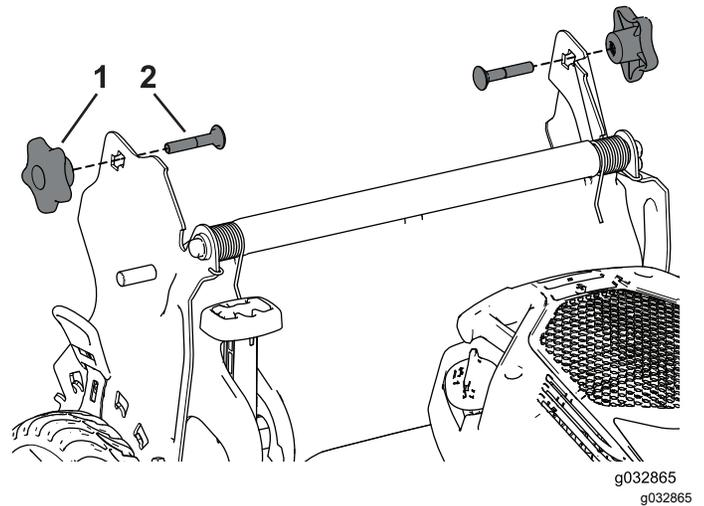

Figure 25
4. Insérez le boulon de carrosserie (la tête du boulon vers l'intérieur) dans le support de la poignée et dans le trou supérieur à l'extrémité de la poignée. Vérifiez que les bords carrés de chaque boulon de carrosserie s'engagent dans le trou carré supérieur ou inférieur du support de poignée correspondant (Figure 25).